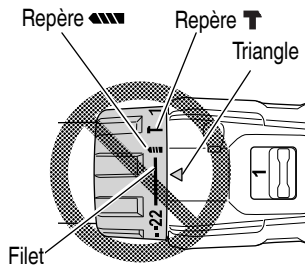

Fig. 15
- Ne pas utiliser avec le sélecteur de débrayage sur le nombre "22" et le trait au milieu du repère de perçage. Cela pourrait provoquer des dommages. (Voir Fig. 15)